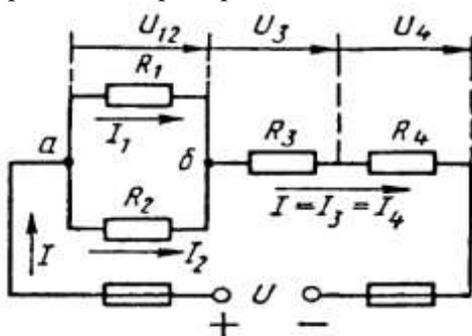

Рис. 1
Условие задачи. Цепь постоянного тока со смешанным соединением состоит из четырех резисторов. Заданы схема цепи (рис. 1), значения сопротивлений резисторов:
2) обозначим токи  $I_1, I_2, I_3, I_4$  на (рис. 1) стрелками и определим их значения из формулы мощности:
Формулировка закона: алгебраическая сумма токов в узловой точке равна нулю. Математическая запись для узла б схемы цепи рисунок 1:
В замкнутом контуре (рис. 1) приложенное напряжение  $U$  (аналогично ЭДС при внутреннем сопротивлении источника тока, равному нулю) и падения напряжения